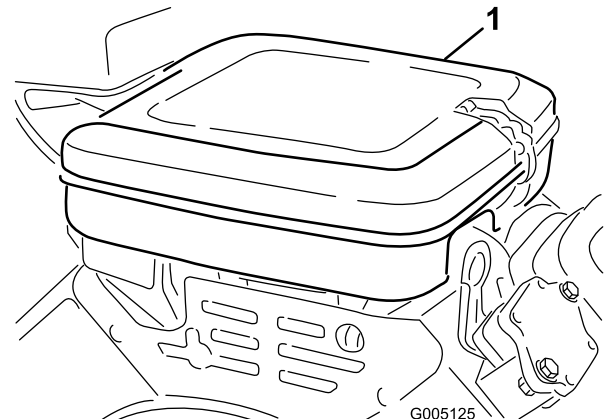

図 42
1. ロック用クリップを取り、エアクリーナカバー **図 42**を外す。カバーを丁寧に清掃する。